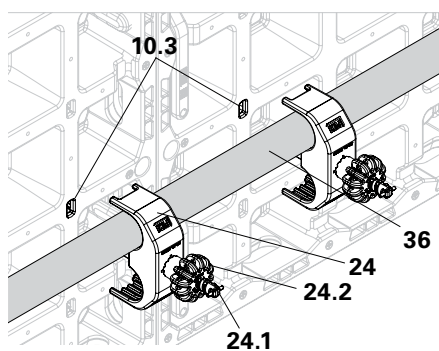

Fig. A3.11a
1. Posizionare il supporto tubo DUO (24) sul tubo in acciaio (Ø 48 mm) (36).
2. Agganciare il supporto tubo DUO (24) con la vite trasversale di ancoraggio (24.1) in un punto di attacco (10.3) del pannello, quindi ruotare la vite (24.1) di 90°.
3. Serrare il supporto tubo DUO con il dado a manopola DW 15 (24.2). (Fig. A3.11a)